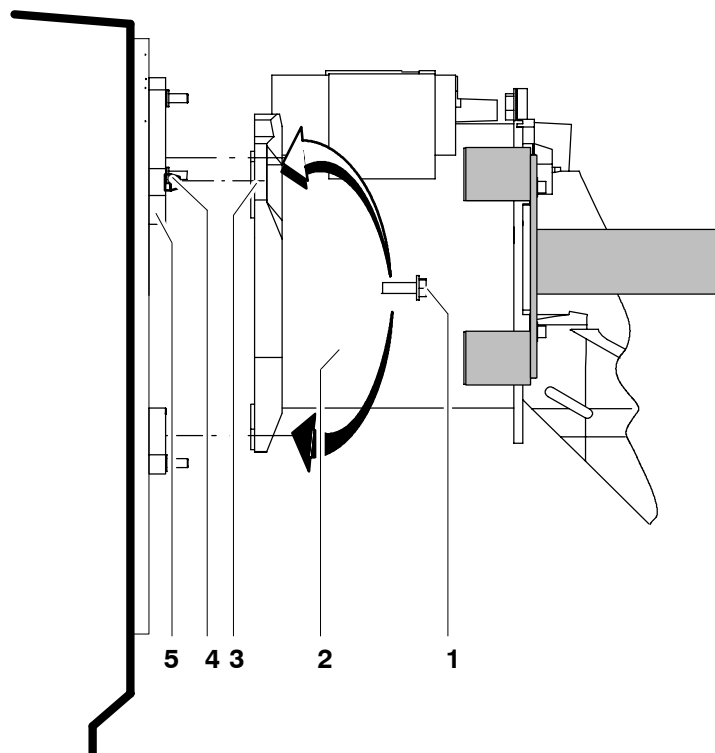

Fig. 71 Fixation du robot au mur
- (3) Poser le robot (Fig. 71/2) verticalement au lieu de montage pour exclure un endommagement des boulons d'appui.